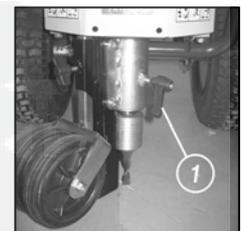

Abb.11
Wenn das Kabel auf langen geradlinigen Strecken ins Erdreich verlegt wird, kann die ausrichtbare Flosse (Abb. 11) blockiert werden, um eine höhere Richtungstreue der Maschine zu gewährleisten. Die Flosse lässt sich einfach blockieren, indem der Griff, der sich auf der rechten Seite der Trägervorrichtung befindet (Abb. 11 Nr.1) festgezogen wird.
- Überprüfen Sie, dass der Griff (Abb. 11 Nr.1) locker ist.